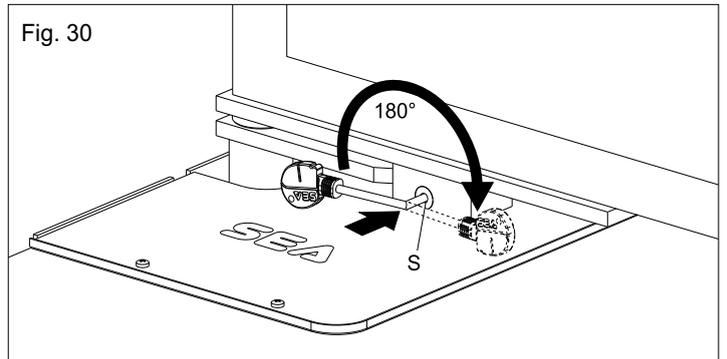

Fig. 30
- Insérer la clef fournie dans la fissure (S) et tourner la poignée de 180° vers le centre du portail (Fig. 30).